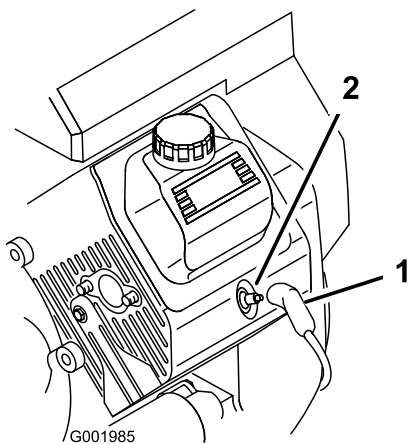

Figura 51
- Staccate il cappellotto dalle candele (Figura 51).
3. Collegate i cappellotti alle candele (Figura 51).